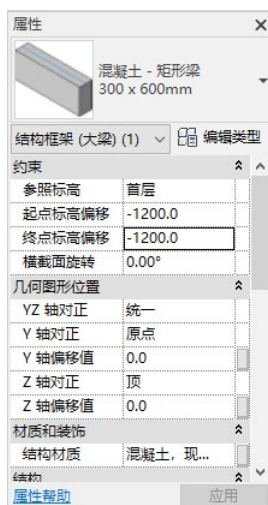

图 15-37 “属性”选项板
(4) 选择步骤(3)绘制的梁,在“属性”选项板中输入“起点标高偏移”和“终点标高偏移”为“-1200.0”,其他采用默认设置,如图15-37所示。